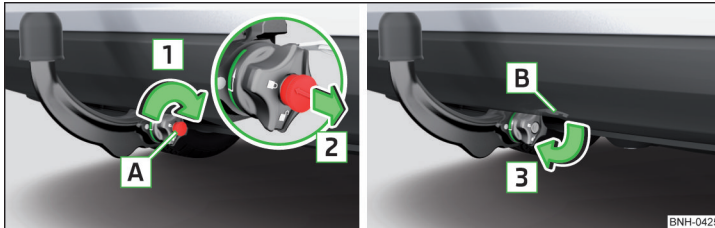

Abb. 222 Schloss verriegeln und Schlüssel abziehen / Kappe auf das Schloss stecken
- Den Schlüssel **A** in Pfeilrichtung **1** drehen, sodass der Pfeil am Schlüssel zum Symbol  » Abb. 222 zeigt.